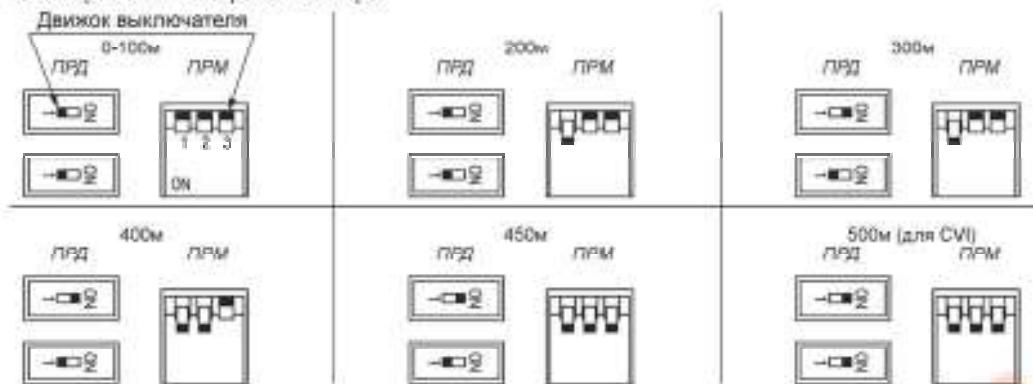

Рис.4 Выбор дальности переключателями дальности
- Положение переключателей передатчика и приемника для разных дальностей показано на рис.4.